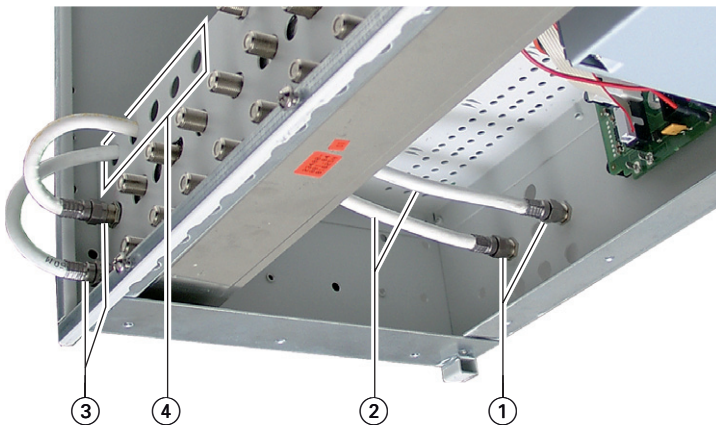

Abb. 26
- Mit eigengefertigten Kabeln ② die Kabeldurchführungen ① mit den Eingängen ③ des SAT-ZF-Verteilers verbinden. Kabel jeweils durch einen der vorgesehenen Kabeldurchlässe ④ führen (Abb. 26).